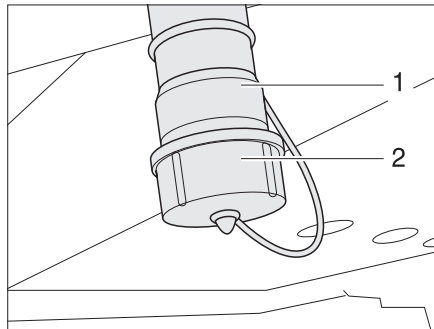

Fig. 257 Bec d'écoulement d'eau et bec d'écoulement des eaux usées
- Dévisser et retirer le cache (Fig. 257,2) du bec d'écoulement d'eau (Fig. 257,1) en tournant d'un quart de tour dans le sens des aiguilles d'une montre.
- Monter un tuyau d'écoulement adéquat sur le bec d'écoulement d'eau (Fig. 257,1) ou poser un récipient approprié sous le bec d'écoulement d'eau.